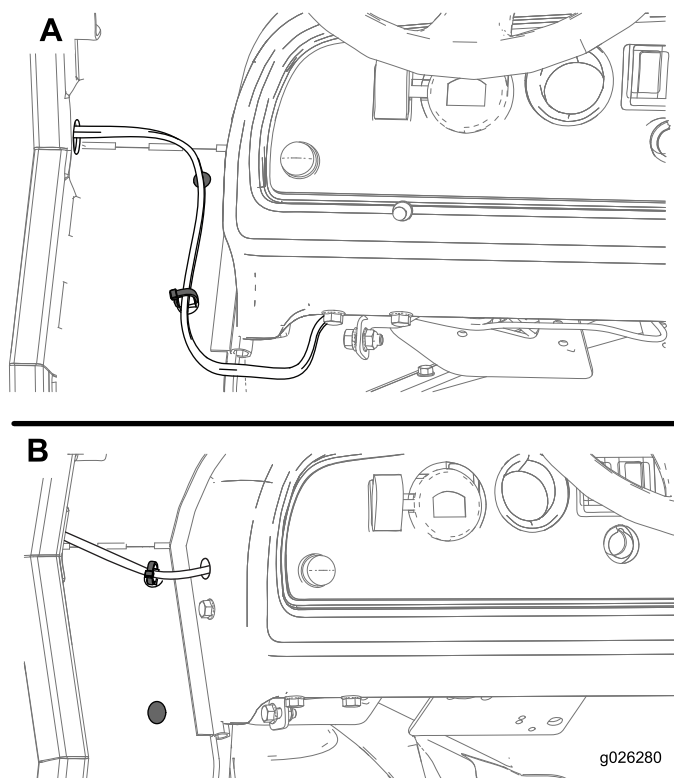

Figura 11
- Disponete il cablaggio preassemblato sotto il quadro di comando (Casella A di Figura 11). Installate la fascetta nel foro inferiore sul pannello laterale e tappate il foro superiore.
- Praticate un foro nella consolle, installate la fascetta nel foro superiore sul pannello laterale e tappate il foro inferiore (Casella B di Figura 11).